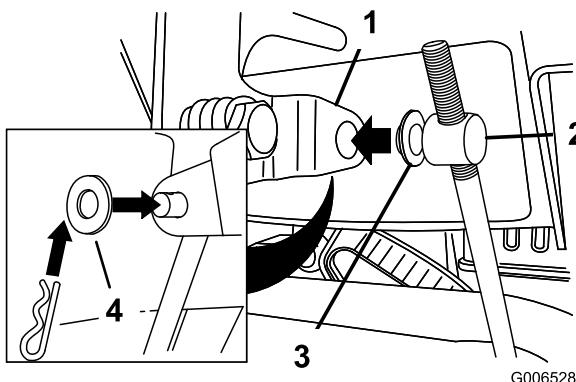

Рисунок 5
3. Установите плоскую шайбу на цапфу (Рисунок 5).
6. Поднимите шток управления скоростью и вставьте цапфу в отверстие рычага переключения скоростей (Рисунок 5).
- B. Отсоедините цапфу от рычага переключения скоростей (Рисунок 5).
- C. Поверните цапфу на штоке управления скоростями вниз (по часовой стрелке) (Рисунок 5).
- D. Присоедините цапфу к рычагу переключения скоростей (Рисунок 5).
- C. Поверните цапфу на штоке управления скоростями вверх (против часовой стрелки) (Рисунок 5).